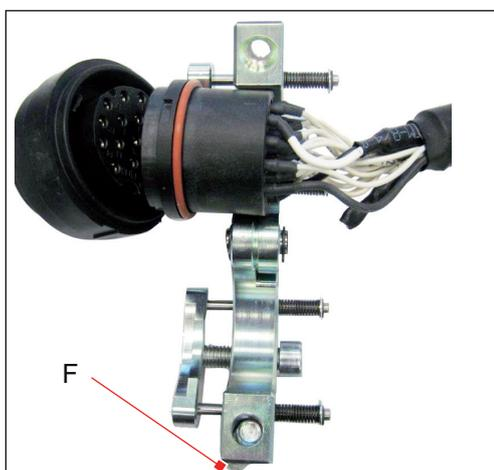

Abb. 17: Abziehwerkzeug abnehmen
- ▶ Zum Abnehmen des Abziehwerkzeugs Schraube (F) lösen und den Bügel aufklappen (Abb. 17).